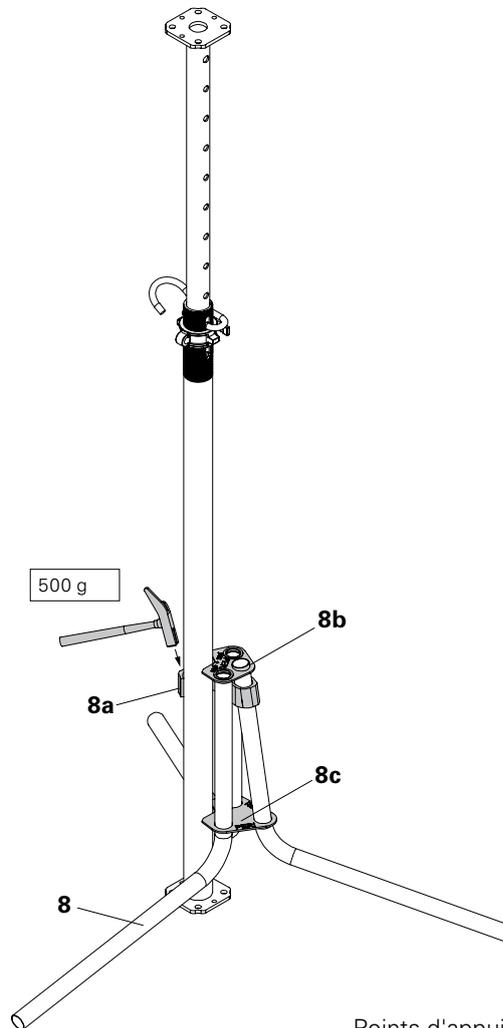

Fig. A1.03
1. Introduire l'étau de dalle prémonté dans le trépied universel (8). (Fig. A1.03)
2. Fixer le coulisseau de serrage (8a) avec un marteau. (Fig. A1.03)